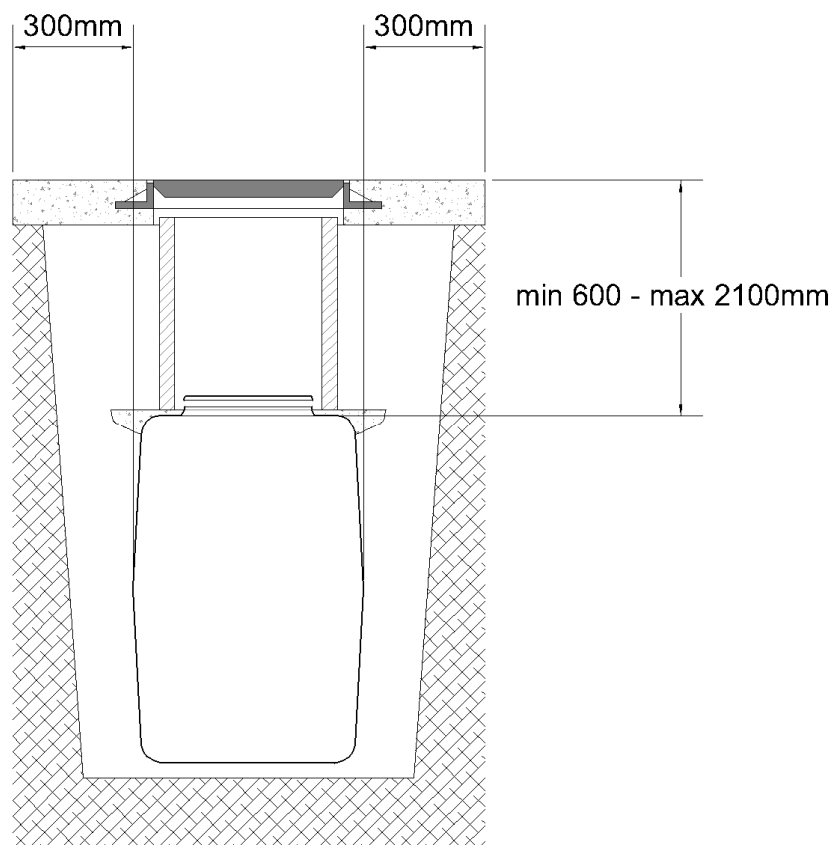

Figura 6 Soletta (se necessaria) min e max profondità di interro
- La soletta di rinforzo carrabile e/o pedonabile, deve essere realizzata in maniera idonea, al fine di poter sostenere il carico del traffico veicolare o pedonale previsto. Il carico non deve in nessun modo gravare sul manufatto. Le dimensioni della soletta di rinforzo in cemento, devono estendersi per un minimo di 300 mm, oltre la tangente perpendicolare al manufatto su tutti i lati del manufatto stesso. Estensioni maggiori sono necessarie in riferimento alle condizioni di carico. (figura 6).